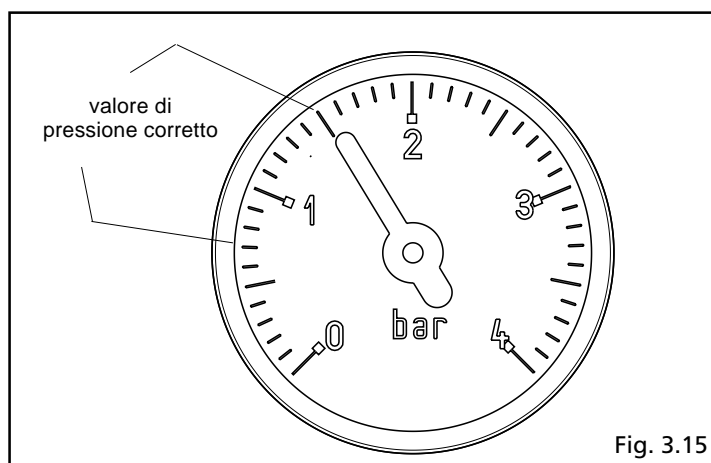

Fig. 3.15
- aprire di due o tre giri il tappo della valvola di sfogo aria automatica (A)
- aprire il rubinetto di riempimento (C) fino a che la pressione indicata dall'idrometro arrivi a circa 1 bar (fig. 3.15).